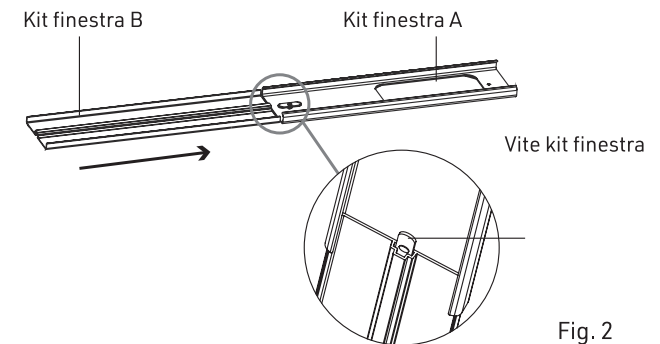

Fig. 2
- 3.) Come illustrato in fig. 2, inserire l'elemento B della staffa nell'elemento A dal lato (la testa della vite ad alette deve entrare nella fessura dell'elemento B) e regolare le due parti unite alla lunghezza necessaria;